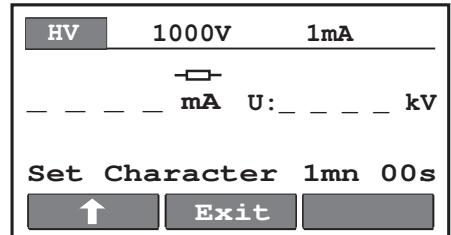

Abb. 5 - Auswahlmenü für Prüfstromart
- Auswahl des angezeigten Prüfstroms (Abb. 5)